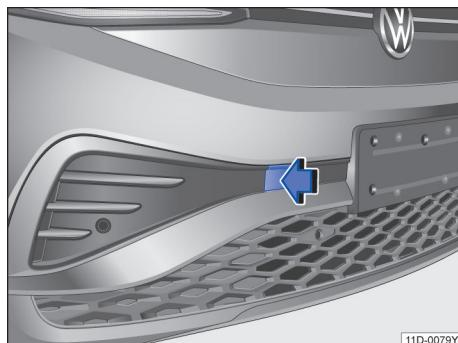

图 150 拆卸盖板
- 按压盖板的左侧区域→图 150（箭头），松开盖板的卡扣。